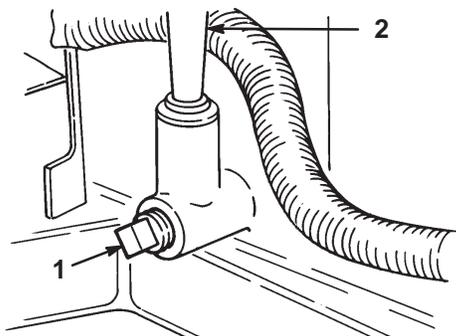

Bild 15
9. Stellen Sie eine Auffangschale unter den Ölpeilstab/den Einfüllstutzen und entfernen die Ablassschraube (Bild 15).